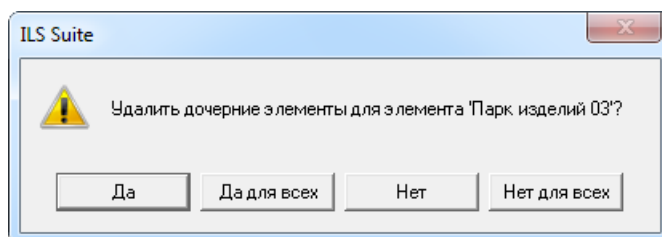

Рис. 10-407 – Вопрос об удалении дочерних элементов парка изделий из базы данных
- 5) Если парк изделий не содержит элементов парка, он удаляется без вывода информационного сообщения. Если парк изделий содержит дочерние элементы, об этом сообщается в новом диалоговом окне (рис. 10-407).